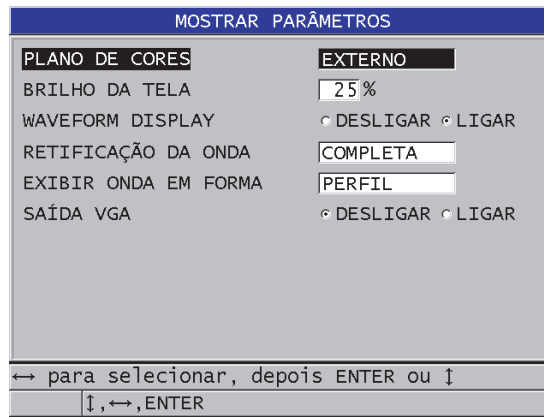

Figura 4-3 Tela **MOSTRAR DEFINIÇÕES**
2. Na tela **MOSTRAR DEFINIÇÕES** (veja Figura 4-3 na página 62), selecione o parâmetro e das seguintes opções: